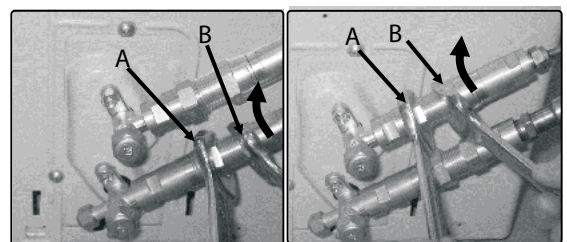

Fig.23
4. Ahora apriete el conector de tornillo inferior, luego el superior utilizando una llave de boca fija. Sujete los puntos "A" con una llave de 22 mm. /0.87 in, gire las tuercas hasta llegar al punto "B" usando una llave de 24 mm. /0.95 in. Vea Fig. 23.